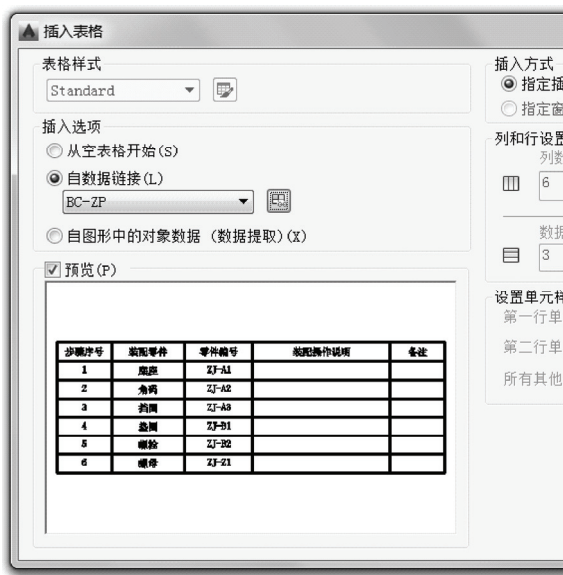

图 7-20 “插入表格”对话框
7) 在“选择数据链接”对话框中单击“确定”按钮。此时, “插入表格”对话框中的预览效果如图 7-20 所示。